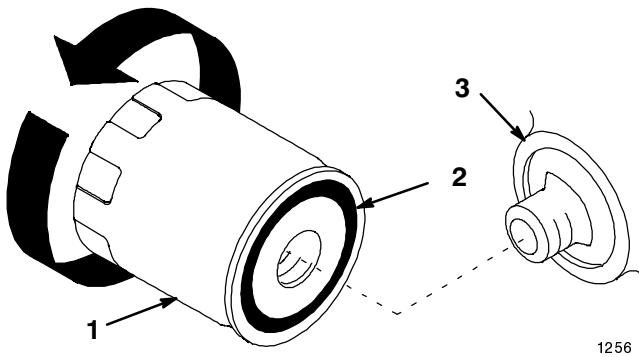

Abbildung 27
- Den alten Filter abnehmen und die Dichtungsfläche des Filteradapters (Abb. 27) sauberwischen.
- Eine dünne Schicht neues Öl auf die Gummidichtung am Austauschfilter geben (Abb. 27).
- Den Austauschölfilter am Filteradapter anbringen. Den Filter im Uhrzeigersinn drehen, bis die Gummidichtung den Filteradapter berührt. Dann den Filter um eine weitere 1/2 Umdrehung festdrehen (Abb. 27).